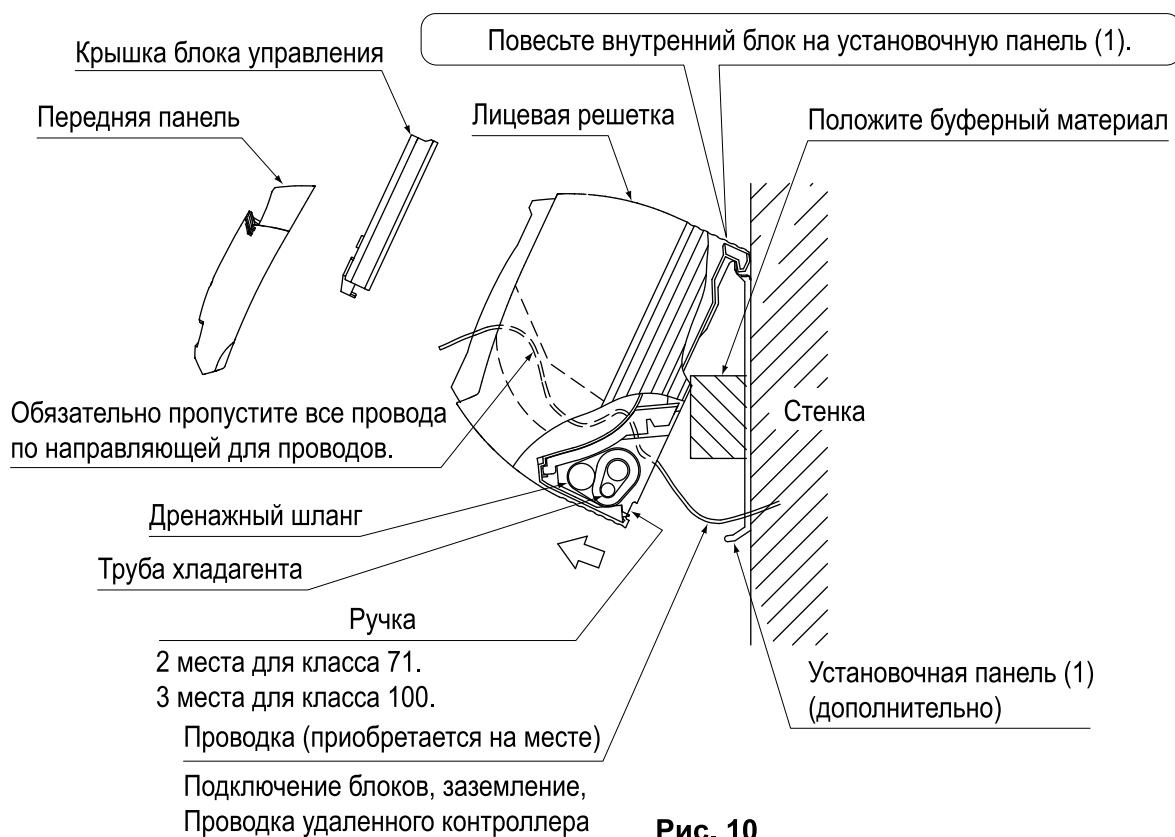

Рис. 10
(3) Повесьте внутренний блок на установочную панель. (См. Рис. 10)
(6) Надавите на оба нижних конца внутреннего блока двумя руками и наденьте рукоятку на задней крышке внутреннего блока на установочную панель (1). (См. Рис. 10)
- Уберите буферный материал, подставленный при выполнении шага (3).